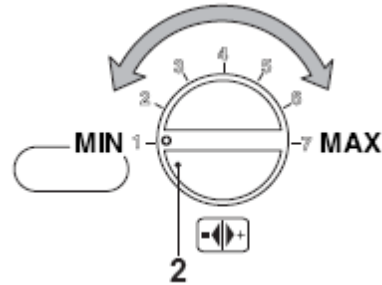

рис. 9.11
- Тепловая мощность отопления может меняться с помощью ручки 2, см. рис. 9.11.